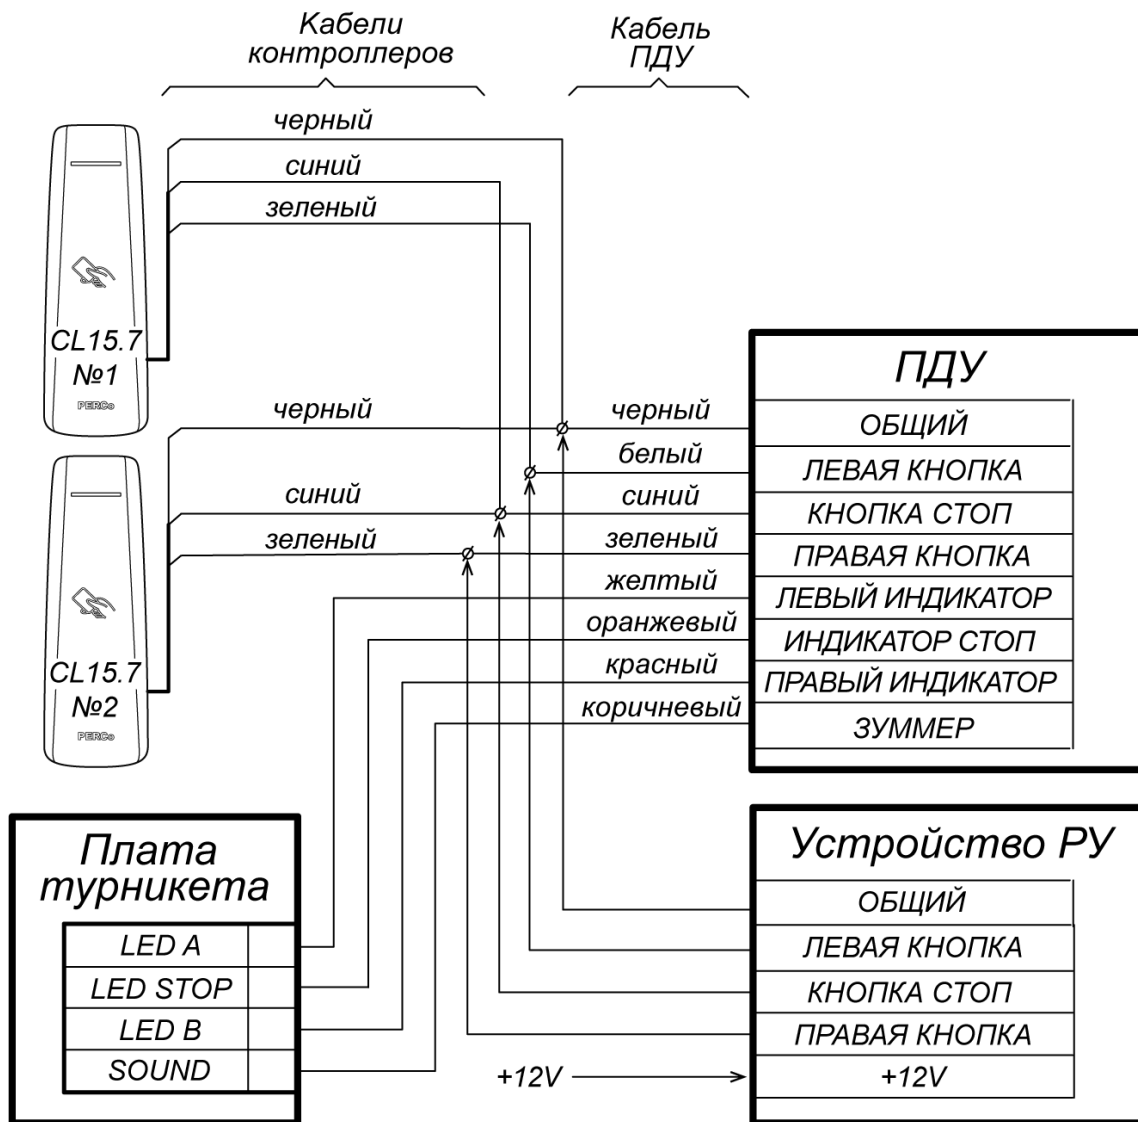

Рисунок 9. Схема подключения ПДУ и устройства РУ
2. ПДУ (или устройство РУ) подключается согласно схеме, представленной на рис. 9.
При совместной работе двух контроллеров обеспечивается возможность подключения ПДУ для управления турникетом или калиткой. Для подключения ПДУ используются по 2 входа на каждом контроллере: **DU** и **In** (подключение осуществляется согласно схеме на рис. 9, при этом входы **In** обоих контроллеров д.б. сконфигурированы в Web-интерфейсе контроллера как **Кнопка ПДУ, направление 3**). Управление индикацией ПДУ (**Индикаторы Левый/Стоп/Правый** и **Зуммер**) возможно только для ИУ производства PERCo, при этом подключение осуществляется к соответствующим выходам платы CLB – см. схемы подключения ПДУ для соответствующих ИУ.